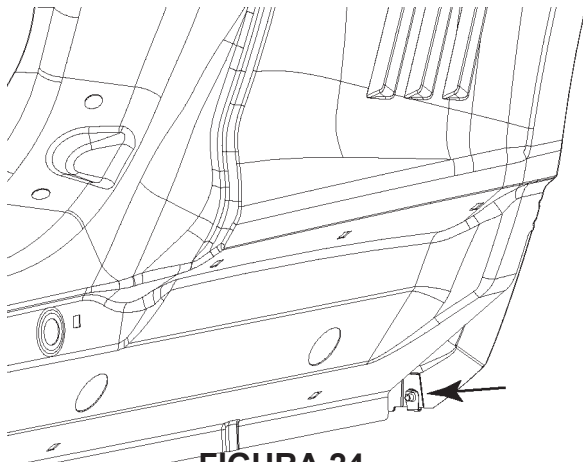

FIGURA 24
8. Introduzca 1 tuerca en U en el agujero inferior del protector de la rueda trasera. Consulte la figura 24.